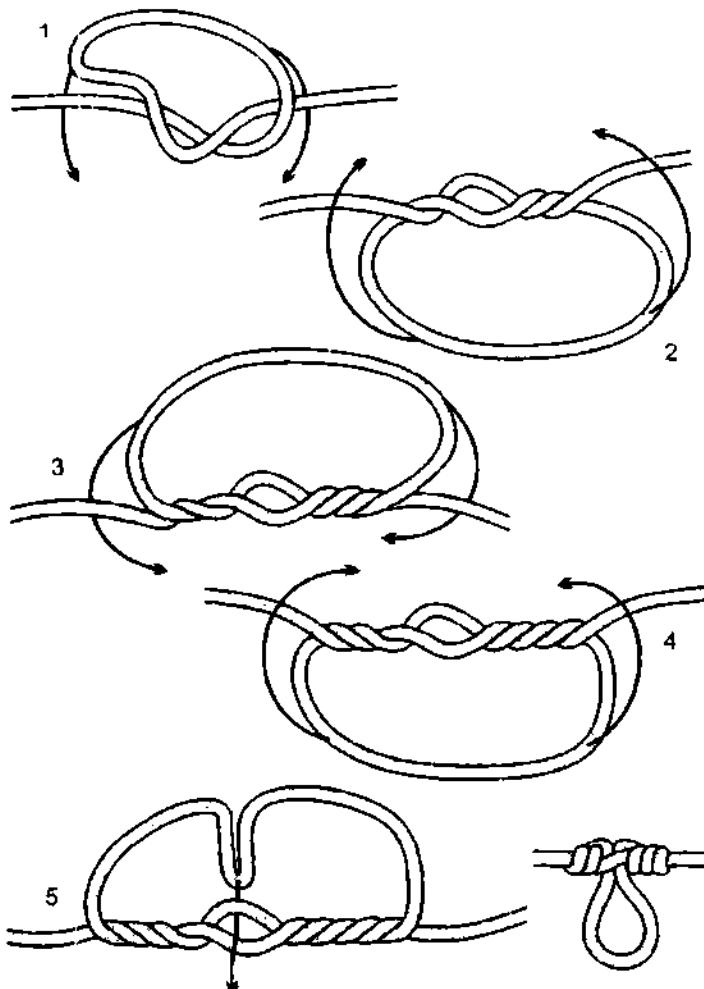

Рис. 177. 1-й способ вязки *петлевого узла*. Рабочая петля оборачивается вокруг очка.
*Петлевой узел* – это *бурлацкая петля* с большим количеством шлагов-перекрутов – от 2 до 5 (рис. 177). Также как и *бурлацкая петля*, *петлевой узел* вяжется из сваечного узла. *Петлевой узел* сильно затягивается, поэтому